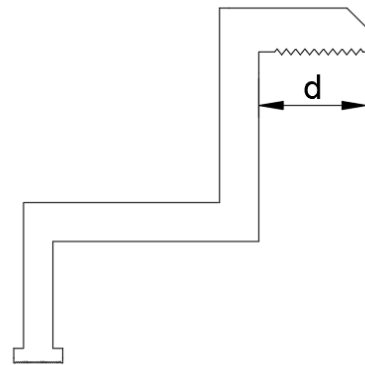

Abb. 8 Querschnitt-Diagramm der Randklemme
⑨ Um zu verhindern, dass sich die Module nach der Installation von der Befestigungsvorrichtung lösen können, sollten Sie Rand- und Mittelklemmen wählen und Kontakt zur A-Seite des Rahmens mit Nutenmustern herstellen. Es wird vorgeschlagen 9 Rillen mit einem Abstand zwischen 2 benachbarten Rillen von 1,2 mm und einer Tiefe von 0,6 mm, wie in Abbildung 8 dargestellt, zu haben.